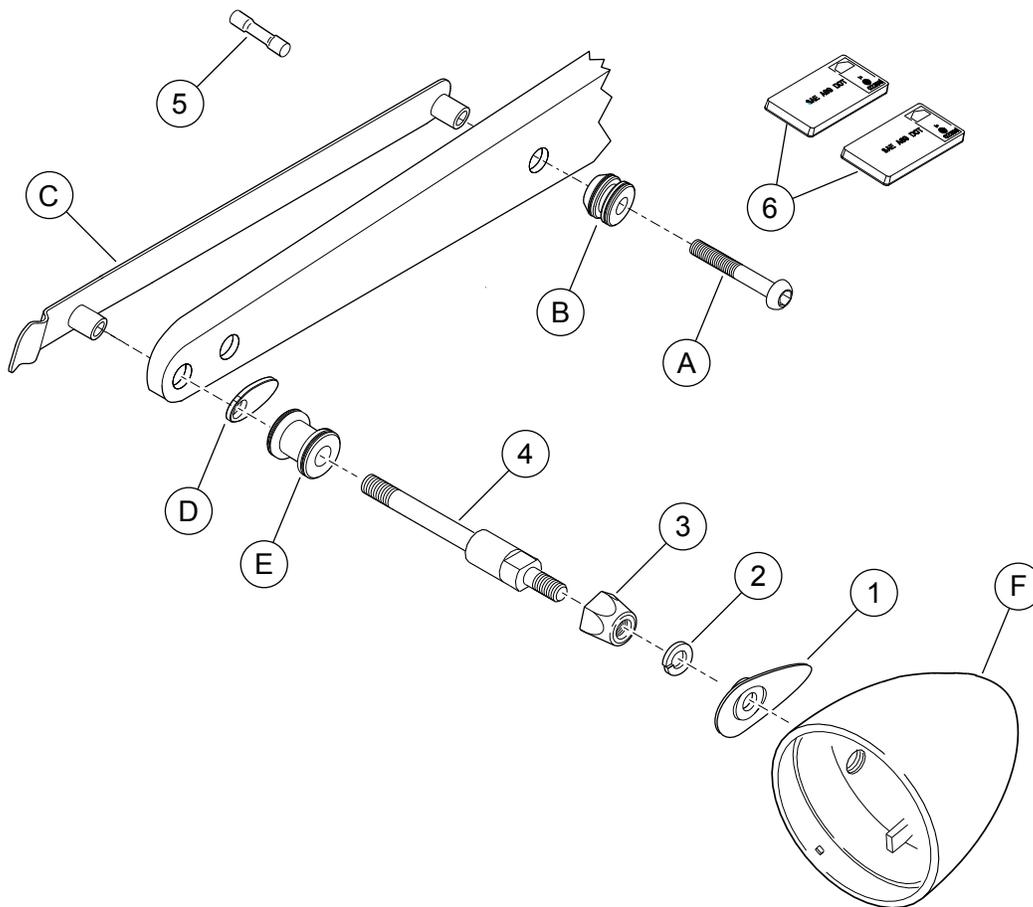

Figura 3. Parti di ricambio: Kit di riposizionamento degli indicatori di direzione modello FXD
Vedere Figura 3 e Tabella 1.
1. Vedere Figura 3. Collocare il punto di ancoraggio posteriore (E) e il coperchio della rientranza (D) sull'estremità lunga filettata del nuovo stelo degli indicatori di direzione (4) con il lato svasato del punto di ancoraggio rivolto all'infuori.
2. Inserire lo stelo degli indicatori di direzione (4) attraverso il foro di montaggio posteriore nel sostegno del parafrangente e nel parafrangente. Applicare Loctite® 243 (blu) sullo stelo e avvitare sulla staffa di montaggio del parafrangente.
4. Installare, ma senza serrare, un controdado (3) ed una rondella di sicurezza (2) sull'estremità filettata corta dello stelo degli indicatori di direzione (4).
5. Disporre in posizione sopra la rientranza sul guscio dell'indicatore di direzione l'apposito coperchio (1). Inserire i fili dal portalampada attraverso l'occhiello nel guscio degli indicatori di direzione, attraverso il foro filettato e il coperchio della rientranza, e quindi nello stelo degli indicatori di direzione (4).
8. Vedere Figura 3. Rimuovere il rivestimento dell'adesivo dal catarifrangente (6) e centrare il catarifrangente lungo il bordo inferiore della piastra laterale. Attaccare il catarifrangente e tenerlo fermo per 30 secondi. Ripetere queste operazioni per l'altra piastra laterale.